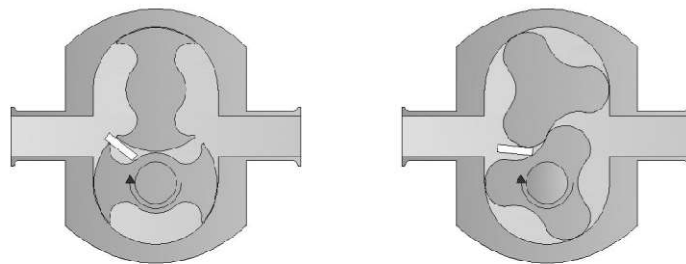

Abbildung 19 - Rotorschrauben festziehen (unterer Rotor)
- Die Rotoren mit einem weichen Distanzstück feststellen (Abbildung 19) - ein Klotz aus Kunststoff (180) wird dazu mit der Pumpe geliefert.